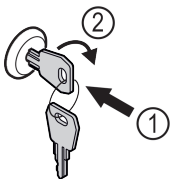

Fig. 57
- ▶ 按入钥匙 Fig. 57 (1)。
- ▶ 将钥匙顺时针转动 90° Fig. 57 (2)。